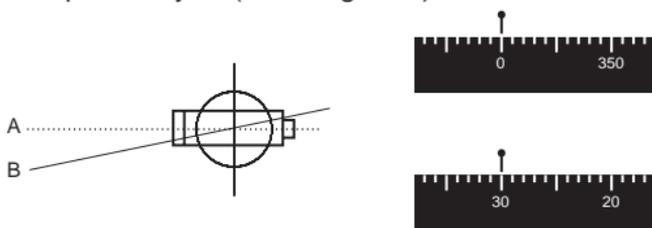

Figura 4
- ① Colocar y nivelar el instrumento exactamente sobre el punto que marque la plomada óptica.
- ② Aliniemos respecto al punto A y colocamos el cero en el círculo de lectura.
- ③ Giramos el anteojo, hacemos puntería en B y leemos sobre el círculo de lectura. La lectura realizada será el ángulo horizontal entre el punto A y B. ( mirar figura 4)